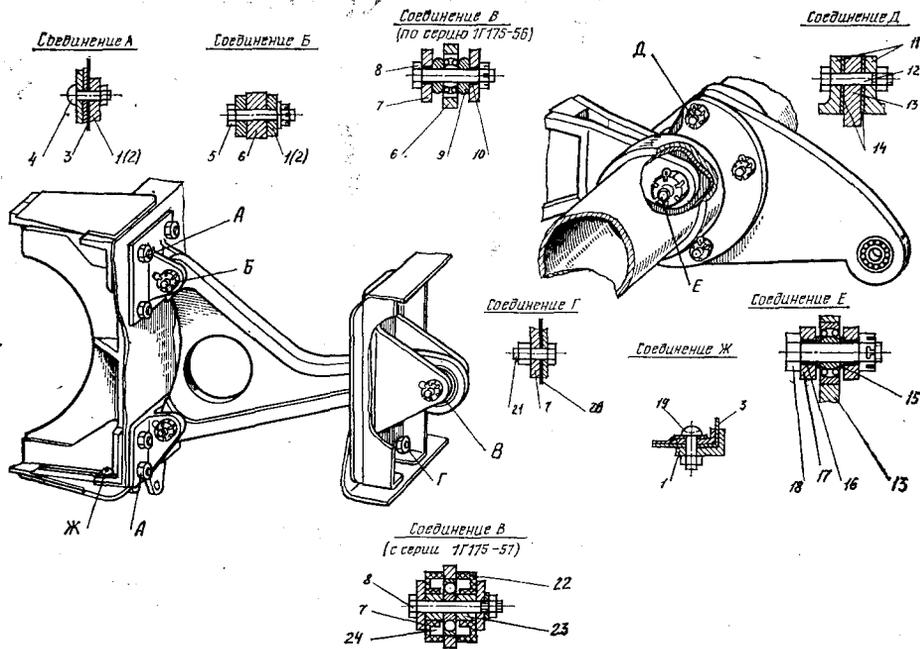

Рис. 47. Узлы навески руля высоты:
4. Расшплинтуйте и отверните ключами $S=10 \times 12$ гайку, выньте болт и отсоедините тягу от качалки 13 (рис. 47) в центральном узле навески РВ.